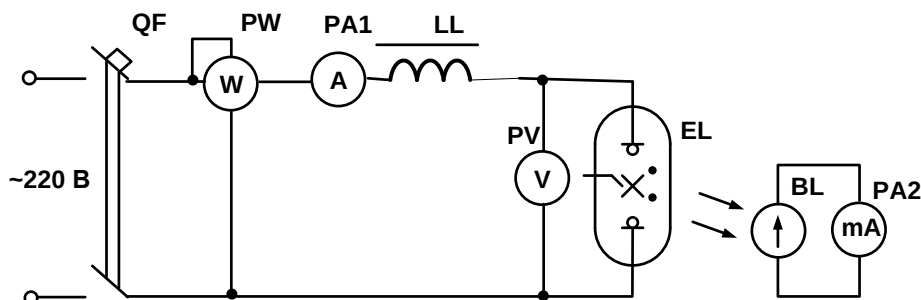

Рис.3.1. Схема испытаний четырёх электродной лампы ДРЛ.
2. По типовой схеме включения четырех электродной лампы ДРЛ рис.3.1 уяснить основные элементы и узлы, их назначение и принцип работы.
3. Соберите схему рис.3.1 с включением необходимых измерительных приборов и под наблюдением преподавателя проведите испытания и снимите
На рис.3.1. Представлена схема испытания четырёх электродной лампы высокого давления типа ДРЛ. За счёт внутренних вспомогательных электродов обеспечивается зажигание лампы EL и её разгорание с переходом дугового разряда на основные рабочие электроды. Ограничение тока лампы на уровне нормированного рабочего значения обеспечивается дросселем LL.